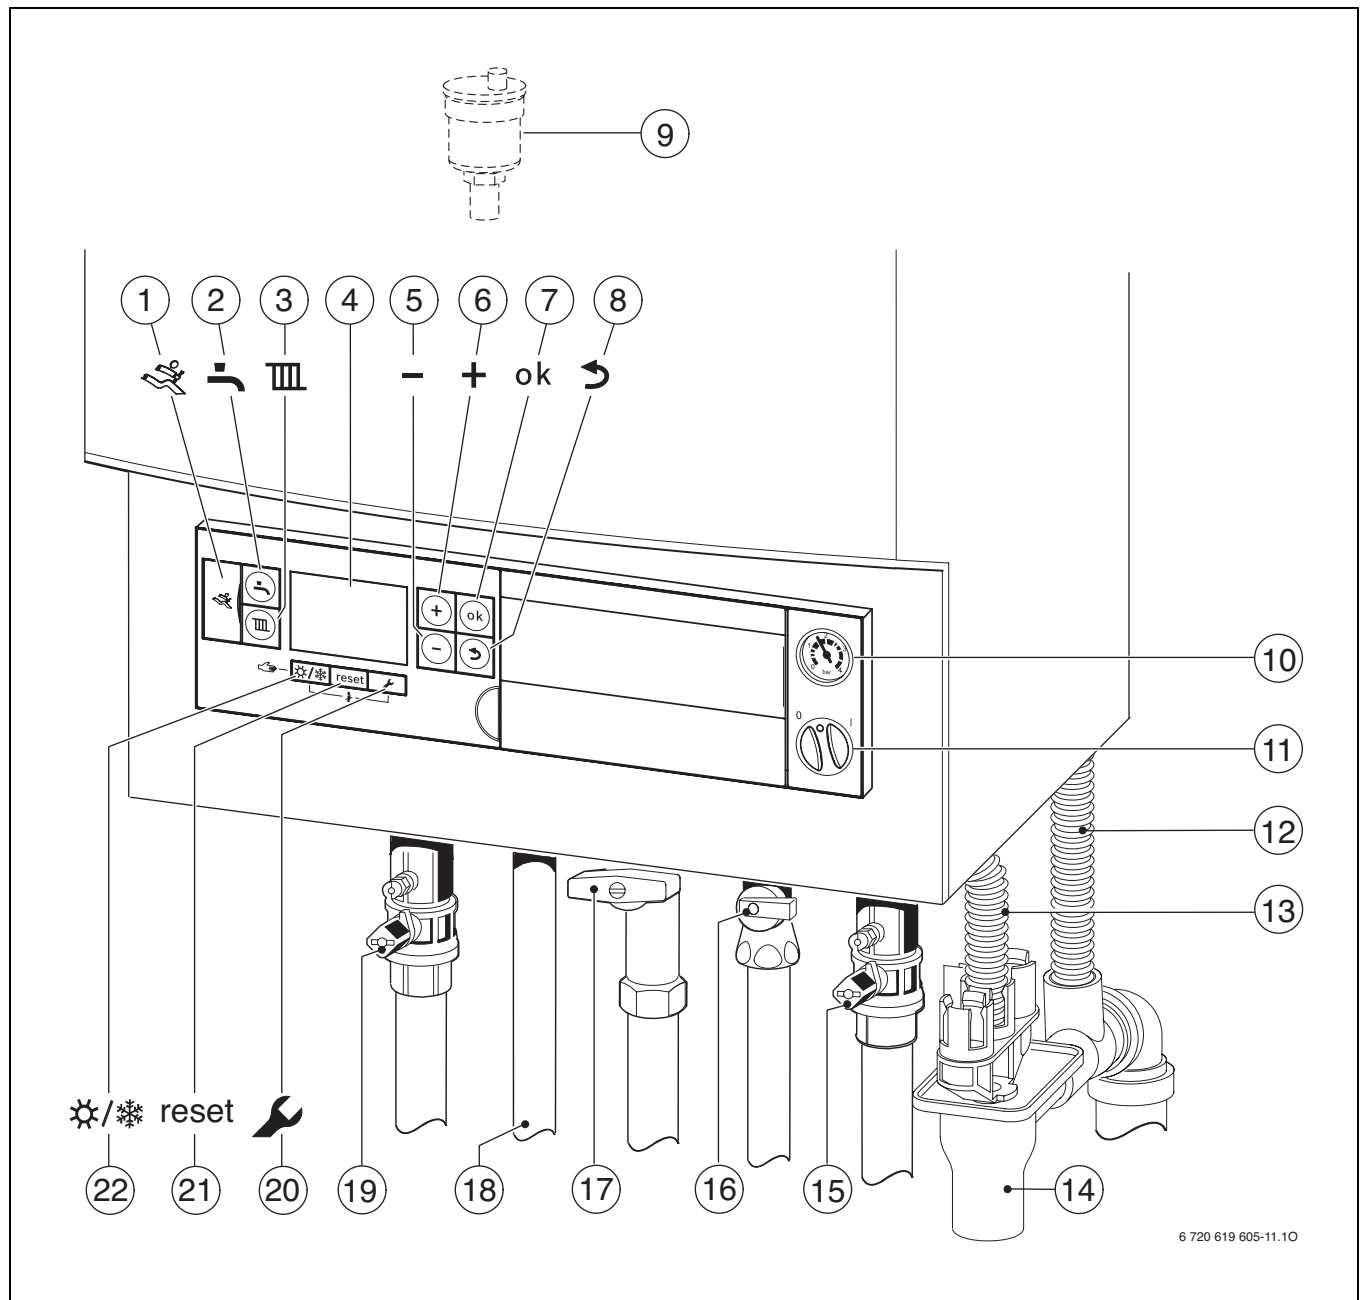

Bild 23
- Heizungsvorlaufhahn und Heizungsrücklaufhahn öffnen (→ Bild 23, [15] und [19], Seite 34).
- Bei GB172-24K: Kaltwasserhahn öffnen (→ Bild 23, [16]).
- Gashahn öffnen (→ Bild 23, [17]).
- Automatischen Entlüfter öffnen (offen lassen) (→ Bild 23, [9], Seite 34).